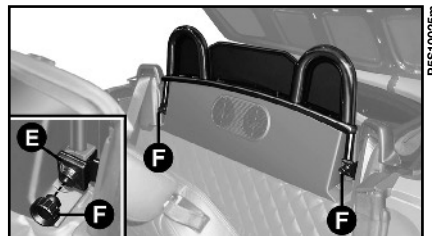

fig. 71
4) Posizionare sulle staffe **A** e **B**, le coperture **E**-fig. 71 orientate come in figura; avvitare quindi i pomelli **F** sul perno filettato delle staffe di sostegno.